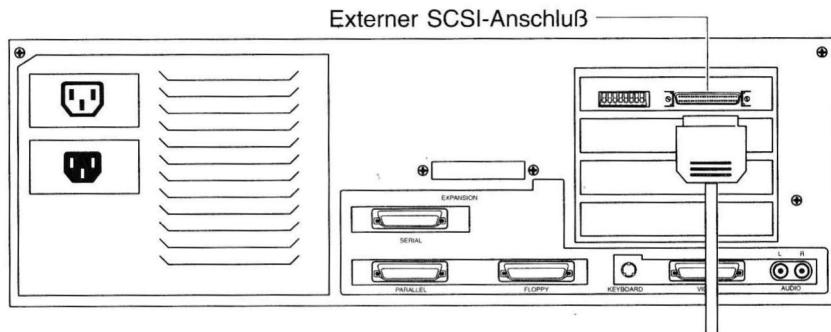

Abbildung 8. Anschließen eines Geräts an den externen Anschluß
4. Schließen Sie den Stecker des SCSI-Geräte-Kabels bzw. -Adapters an den externen SCSI-Anschluß der A4091-Karte an (siehe Abbildung 8). Stecker und Anschluß müssen fest ineinander gedrückt werden. Achten Sie aber darauf, die Teile nicht zu beschädigen. Rasten Sie die seitlichen Halterungen ein. Wenn Sie den Stecker anschließen oder herausziehen wollen, müssen Sie zuvor die Halterungen lösen. Drücken Sie dazu auf die rechtwinklig angeordneten Metallklammern seitlich am Anschluß.